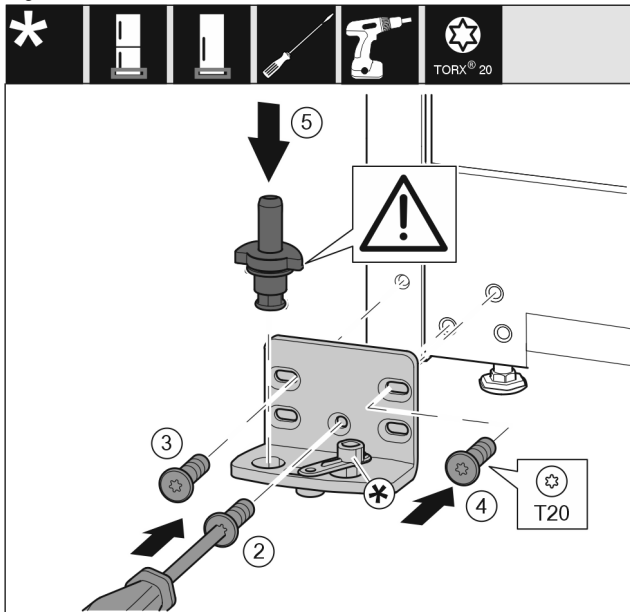

Fig. 13
- ▶ Uždėkite atraminę gembę kitoje pusėje ir prisukite, naudodami atsuktuvą T20. Su varžtu 2 pradėkite apačioje viduryje. Fig. 13 (2)
- ▶ Tvirtai prisukite varžtus 3 ir 4. Fig. 13 (3,4)
- ▶ Įstatykite visą atraminę gembę. Atkreipkite dėmesį į tai, kad fiksavimo kumštelis būtų nukreiptas į galą. Fig. 13 (5)